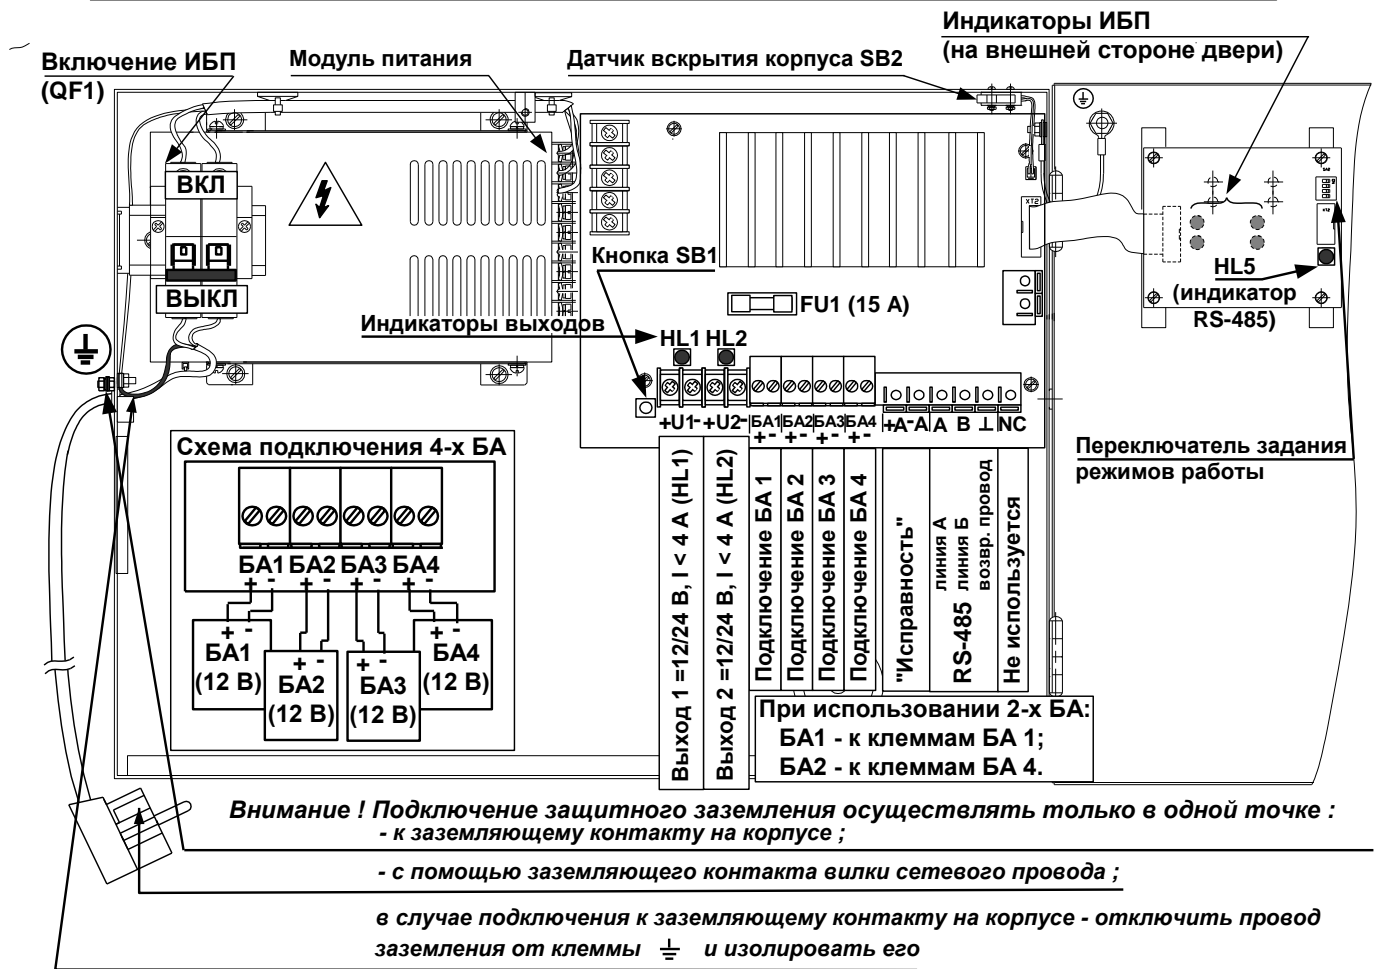
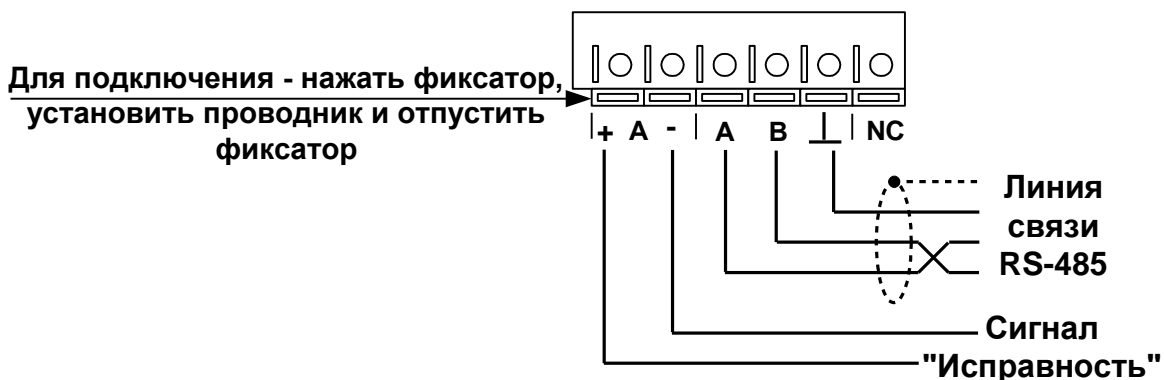

Рис. 3 Внешний вид ИБП-1200/2400 исп. 2 с открытой дверью
Рис. 4 Подключение линий связи: RS-485 и сигнала "Исправность"
Внешний вид ИБП-1200/2400 исп.1, исп. 2 с открытой дверью представлены соответственно на Рис. 2, Рис. 3. Корпус блока имеет вентиляционные отверстия для отвода тепла. В корпусе установлен автомат защиты с тумблером включения «Сеть 220 В». На боковых поверхностях корпуса имеются отверстия, через одно из которых пропускается
Провода подключаются к клеммам присоединительной колодки в соответствии со схемой подключения (Рис. 2, Рис. 3, Рис. 4, Рис. 5, Рис. 6, , Рис. 7) – в зависимости от вариантов исполнения ИБП-1200/2400 исп. 1 или исп. 2.
Слева на боковой поверхности корпуса расположен винт для подключения защитного заземления (см. Рис. 2 или Рис. 3).
6.4.4 Подключение соединительных линий и БА к клеммам ИБП производится в соответствии с Рис. 2, Рис. 3, Рис. 4, Рис. 5, Рис. 6 и Рис. 7 – в зависимости от вариантов исполнения. Перед подключением тумблер «Сеть 220 В» выключить.